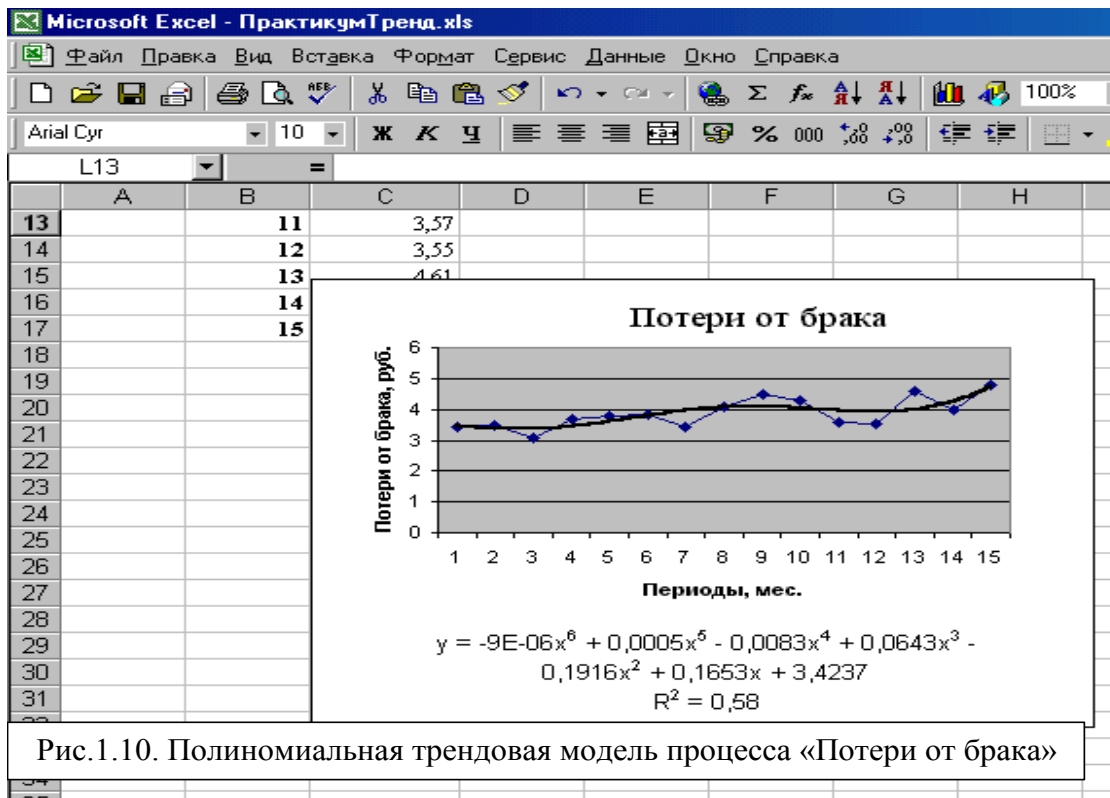

Рис.1.10. Полиномиальная трендовая модель процесса «Потери от брака»
1.7.7. Результатом является построенная полиномиальная трендовая модель шестой степени для экономического процесса «Потери от брака» (Рис.1.10).